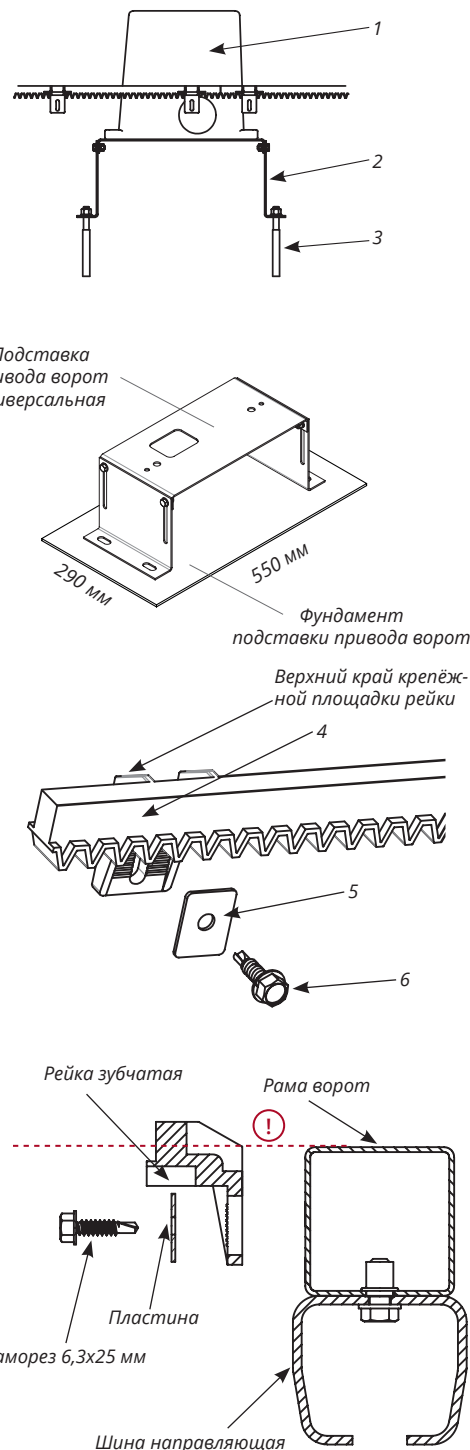

Рисунок 1
1. Приложите зубчатую рейку к рамке ворот так, чтобы верхний край крепёжной площадки рейки совпадал с верхней границей рамки ворот (рисунок 1).